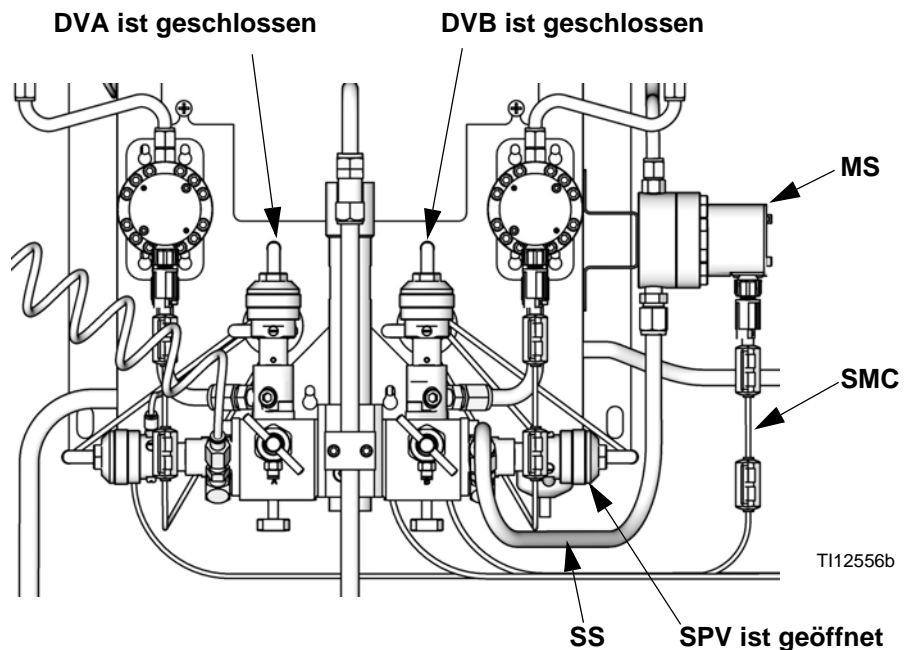

ABB. 121. Einrichten der Lösemittelausstoß-Funktion
1. Siehe ABB. 121. Bauen Sie den Lösemittel-Volumenzähler (MS) gemäß den Anleitungen in der ProMix-Installationsanleitung auf der Seite der Materialstation ein.